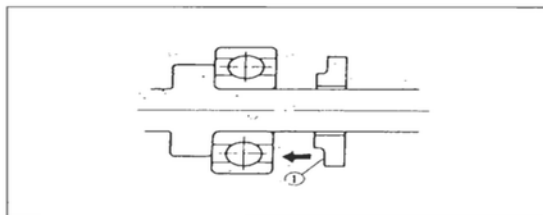

Bild 103
- Anfaufscheibe mit Absatz so an Hauptwelle anbringen, dass Absatz zum Lager weist (Bild 103).